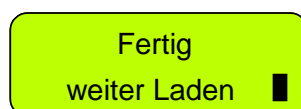

Bild 3.3
- Die Batterie ist vollständig geladen, sobald die Nachricht wechselt (wie gezeigt in Bild 3.3). Sie erinnert Sie daran, den Robomow bis zum nächsten Einsatz mit dem Netzteil verbunden zu lassen.